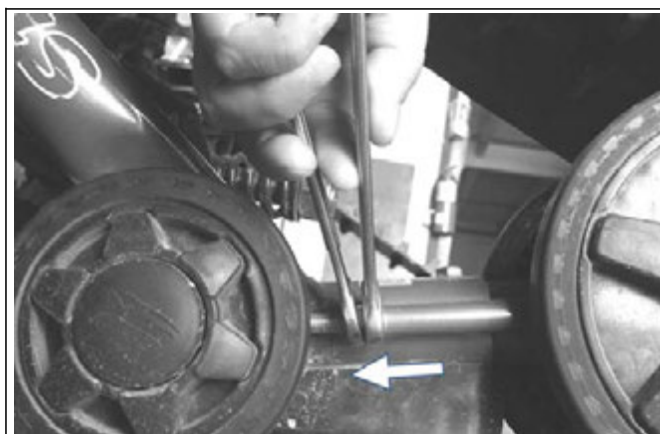

Рис. 19 Уменьшение натяжения гусеницы
- Уменьшить натяжение гусеницы до минимума (как показано на рис. 19).